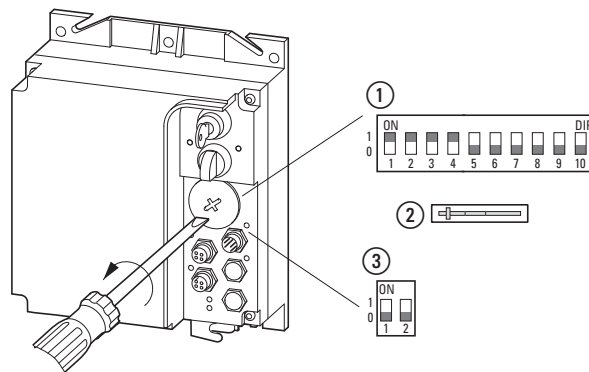

Figure 83 :Codeur DIP sous la vis de fermeture
rouge	Signalisation de défaut : Un défaut a été détecté et reste présent. - Surcharge moteur (surintensité) → Vérifier moteur et unité d'entraînement (remise à zéro avec moteur refroidi) → Court-circuit dans le câble moteur → Vérifier le codeur DIP (pôles 1 à 4) - Surveillance thermistances/câble → Vérifier moteur et unité d'entraînement (remise à zéro avec moteur refroidi) → Pas de câble moteur raccordé (prise départ moteur) → Pontage T1/T2 dans le bornier moteur absent dans les moteurs avec sonde thermique → Cavalier ② non fermé, figure 83, Page 103) avec câble moteur non branché (→ uniquement pour entretien) - Codeur DIP (sous la vis de fermeture) avec positions réglées non valides (→ Page 104) - Surcharge/court-circuit aux entrées capteur I3/I4 ou à la sortie actionneur O3 - Descente en dessous du seuil inférieur de courant (→ Page 107) Dans le cas d'un défaut survenu brièvement ou éliminé, cette LED clignote jusqu'à l'ordre de → Page 107 remise à zéro (commutateur à clé)
Pour cela, le codeur DIP gauche de la partie ③ de la → Figure 83, page 103 doit être sur ON.